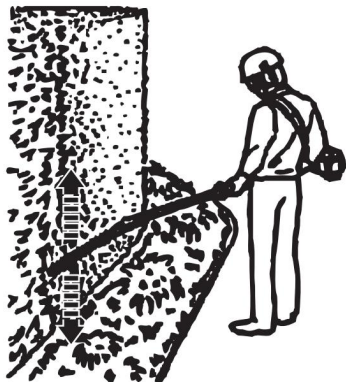

Fig. 59
4. Coupez les deux côtés du bas vers le haut. Cela empêchera les déblais de tomber sur le chemin de la zone à couper (Fig. 59).